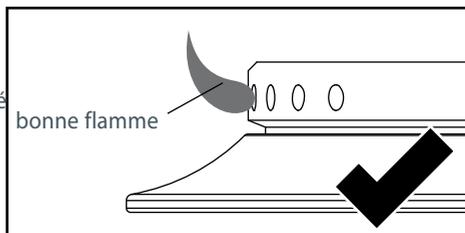

Fig.5
- Remettre le venturi dans sa position initiale jusqu'à ce que l'extrémité jeune disparaisse (voir le Fig. 5)—il s'agit du réglage approprié du venturi. Serrer la vis de retenue.